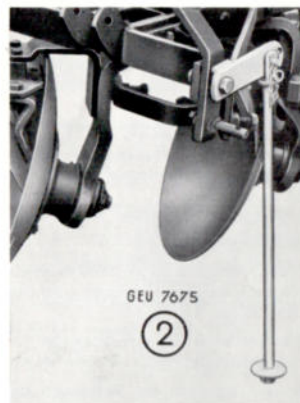

Bild 2: Die Abstellstütze
- Die Scheiben werden nach einer Seite geschwenkt, so daß die Scheibenträger an den Stellschrauben 5 oder 6 anliegen. Pflug auf ebenem Boden aufstellen, wobei die Scheiben am Boden aufliegen. An der gegenüberliegenden Seite kann der Pflug evtl. mit einer entsprechenden Abstellstütze unterstützt werden. Diese Stütze wird vorne am Pflugrahmen befestigt und kann während dem Pflügen nach oben geklappt werden (siehe Bild 2).